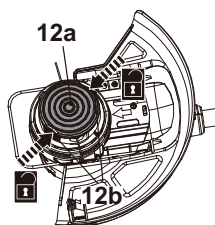

Fig. 22
2. Segure firmemente a cabeça do aparador (12) com uma mão. Pressione os fechos de libertação (12b) de ambos os lados, depois levante a cobertura (12a) e remova-a (Fig. 22).